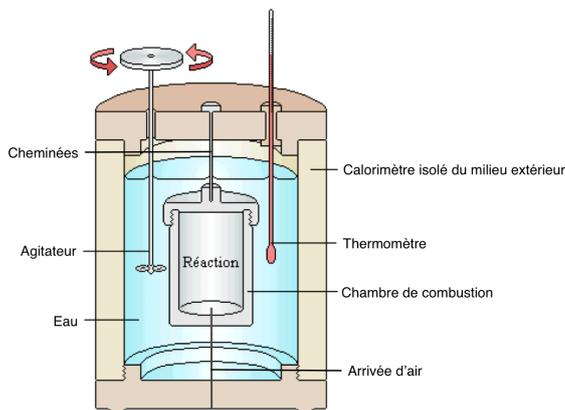

Fig. 2 – Schéma de la bombe calorifugée
- ▷ Expérience de calorimétrie (élément imposé) : on peut faire deux manip, la bombe calorimétrique ou la canette. Dans le cas de la canette on fait brûler une bougie en dessous et on mesure l'élévation de la température de l'eau introduite dans la canette. La bombe calorimétrique donne de meilleurs résultats car elle est mieux calorifugée mais la manip de la canette est celle qui est faite en lycée et permet de discuter des importantes pertes thermiques du système. On a choisi la bombe calorifugée. (figure 2) Dans notre cas, on fait brûler de l'éthanol. On mesure la masse d'éthanol introduite dans la chambre de combustion. On réalise la combustion pendant environ 5min (il ne faut pas brûler tout l'éthanol par risque de brûler la mèche en suivant). On mesure l'élévation de température de l'eau dans le calorimètre (attention à ne pas allumer le calorimètre à vide). On vide le calorimètre pour mesurer la masse d'éthanol restant et donc la masse d'éthanol brûlée. On peut remonter à l'énergie thermique émise par la combustion avec la mesure de l'élévation en température de l'eau, puis à l'énergie molaire de réaction et le pouvoir calorifique de l'éthanol.